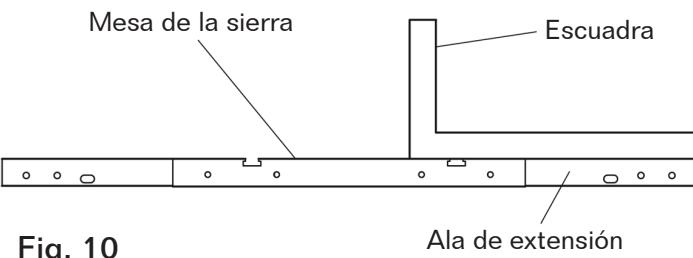

Fig. 10
- Repita el procedimiento anterior hasta conseguir la cuadratura. (Fig. 10)